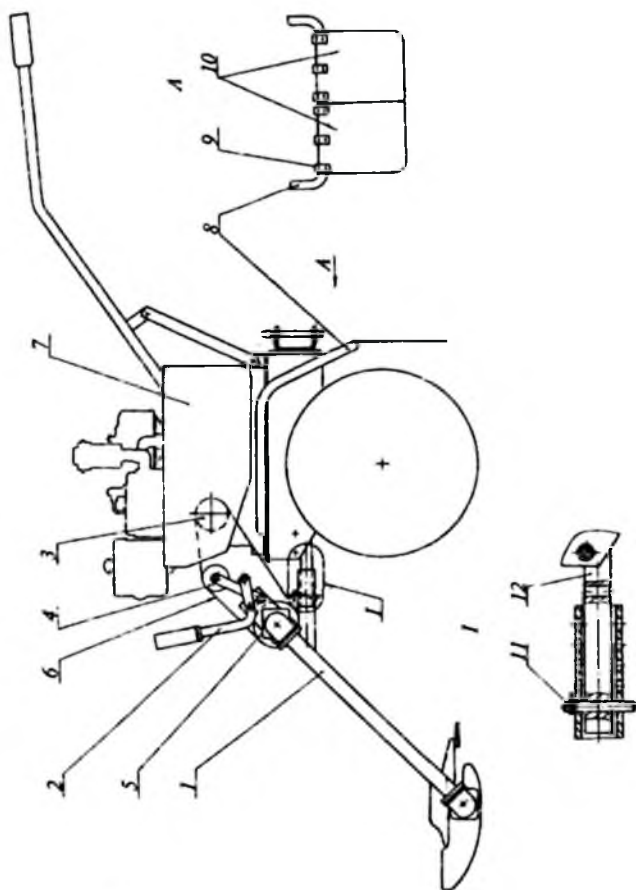

Рис. 4. установка косилки на мотоблок МБ-1Д
Для работы с мотоблоком (**Рис. 4**) косилка комплектуется натяжным устройством (**Рис. 5**), которое монтируется на косилке.
Косилка устанавливается на штыре **12 (Рис. 4)** и крепится стопором **11** из комплекта мотоблока. Ведущий шкив мотоблока **3** соединяется с приводным шкивом косилки клиновым ремнём **6**.
При перемещении рычага **2 (Рис. 4)** в верхнее рабочее положение натяжной ролик **4** натягивает ремень, включая в работу трансмиссию косилки. При перемещении рычага в нижнее положение ослабляется натяжение ремня и косилка отключается. Натяжение ремня обеспечивается рядом отверстий в косилке и на штыре мотоблока.
2. Установить натяжное устройство на косилке, закрепив фланец **10 (Рис. 5)** болтами **3** и шайбами пружинными **2** под углом к горизонту как показано на **Рис. 4**.
4. Установить косилку на штырь **12 (Рис. 4)** мотоблока и зафиксировать стопором **11** из комплекта мотоблока.
Положение натяжного ролика регулировать за счёт перестановки регулировочных шайб **9 (Рис. 5)**, приближая или удаляя ролик относительно коромысла **11** при включённом натяжном устройстве (рычаг **2, Рис. 4** в верхнем рабочем положении) прогиб ремня на большом плече (сторона противоположная ролику) должен быть 30...40 мм при нажатии усилием 3...5 кгс.